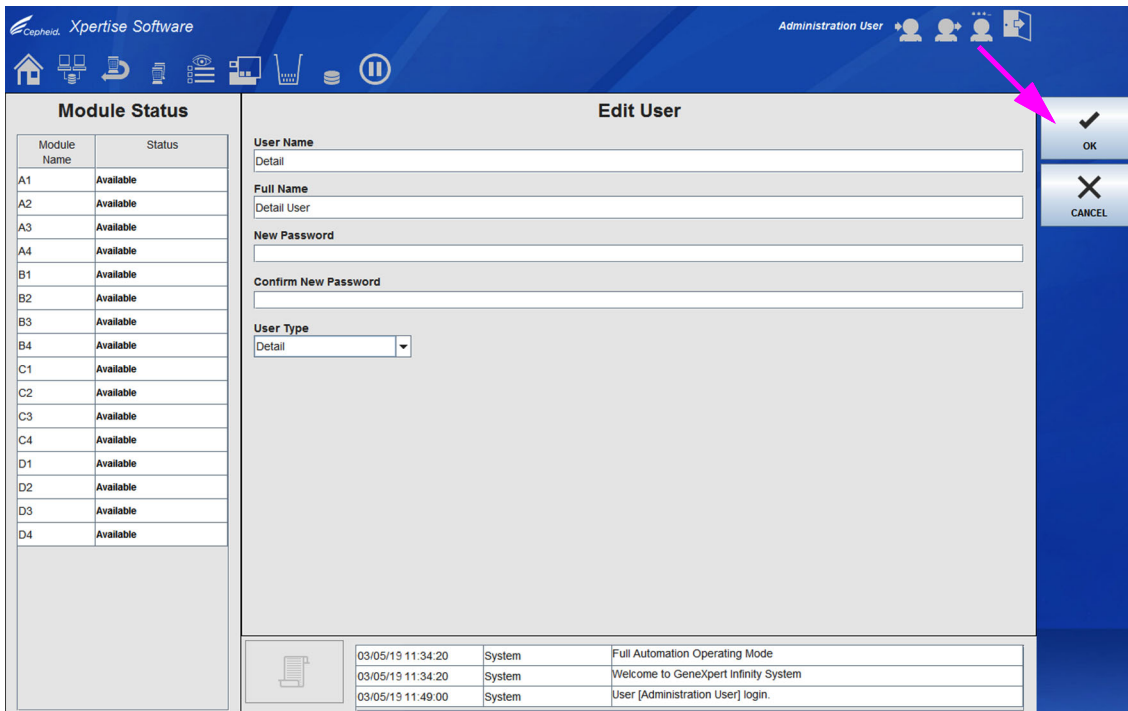

图 2-20. 编辑用户 (Edit User) 工作区
3. 选择**编辑 (EDIT)** 按钮。编辑用户 (Edit User) 工作区会显示。请参见图 2-20。